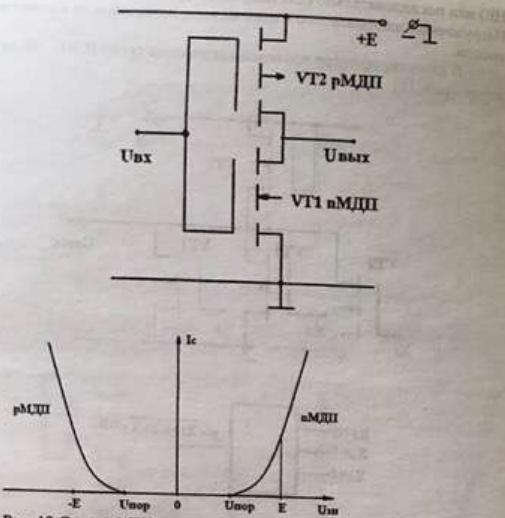

Рис. 12. Схема кМДП ключа и ВАХ пМДП и рМДП транзисторов.
На рис. 12 изображен кMДП – ключ и стоко – затворные ВАХ для МДП транзисторов с индуцированными каналами п и р типа.
В схеме рис. 12
Поэтому, если на входе логическая единица ( $U_{\text{вх}} \approx E$ ), то пМДП – открыт, а рМДП – закрыт, т.к. согласно (1) у него  $U_{\text{вх}} = 0$ . Если же на входе сигнала нет (логический ноль), то пМДП – закрыт, а рМДП – открыт. Поэтому в стационарном режиме ток через схему рис. 12 не протекает ни при «0», ни при «1» на входе!